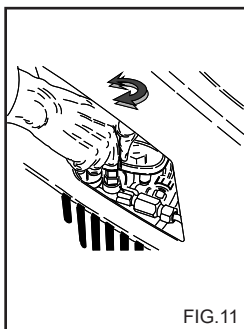

FIG. 11
El presente capítulo se refiere a los modelos que llevan el dispositivo de "Regulador de presión". El dispositivo regulador de presión (fig. 11) permite regular la presión de trabajo. Girando el botón C en el sentido de las agujas del reloj (B) (mínimo), se obtiene una reducción de la presión de trabajo.